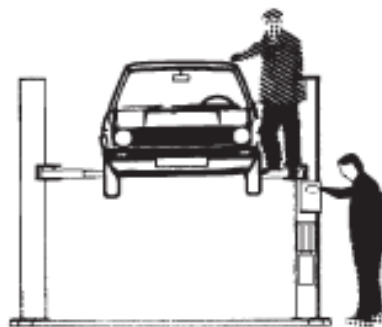

Рисунок 26.
**КАТЕГОРИЧЕСКИ ЗАПРЕЩАЕТСЯ ПОДПИРАТЬ СТОЙКИ ИЛИ АВТОМОБИЛЬ КАКИМИ-ЛИБО ПРЕДМЕТАМИ ИЛИ ОСТАВЛЯТЬ ИХ ПОД ПОДЪЕМНИКОМ, КОГДА ПОДВИЖНЫЕ ДЕТАЛИ ОПУСКАЮТСЯ.** Такие предметы будут препятствовать опусканию или вызовут падение автомобиля с подъемника (Рисунок 26).